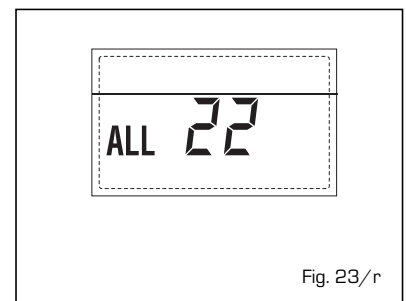

Fig. 23/r
- DELIVERY PROBE BREAKDOWN ANOMALY SECOND MIXED ZONE "ALL 23" (fig. 23/s)